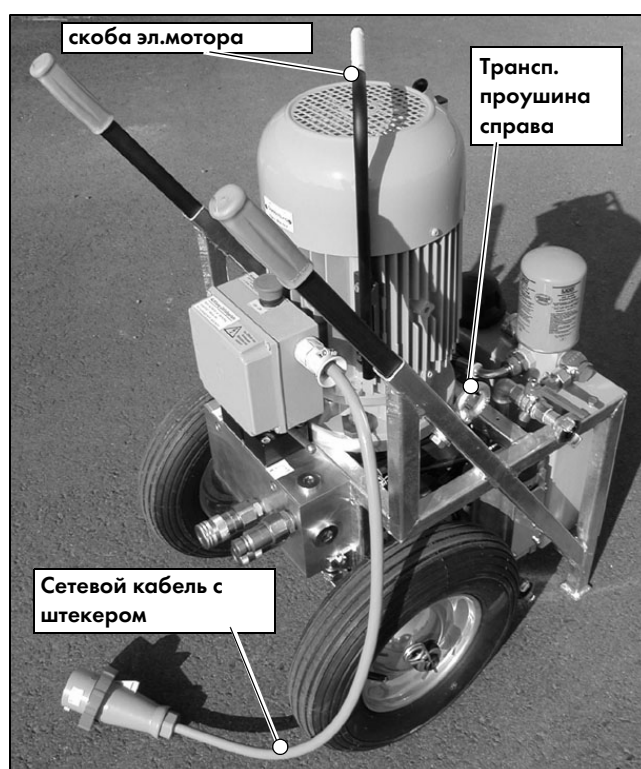

Рис. 7.4 HAG•12.20
**При снятии и установке электромотора на HAG•12.20 следите за сетевым кабелем (Рис. 7.4)!**